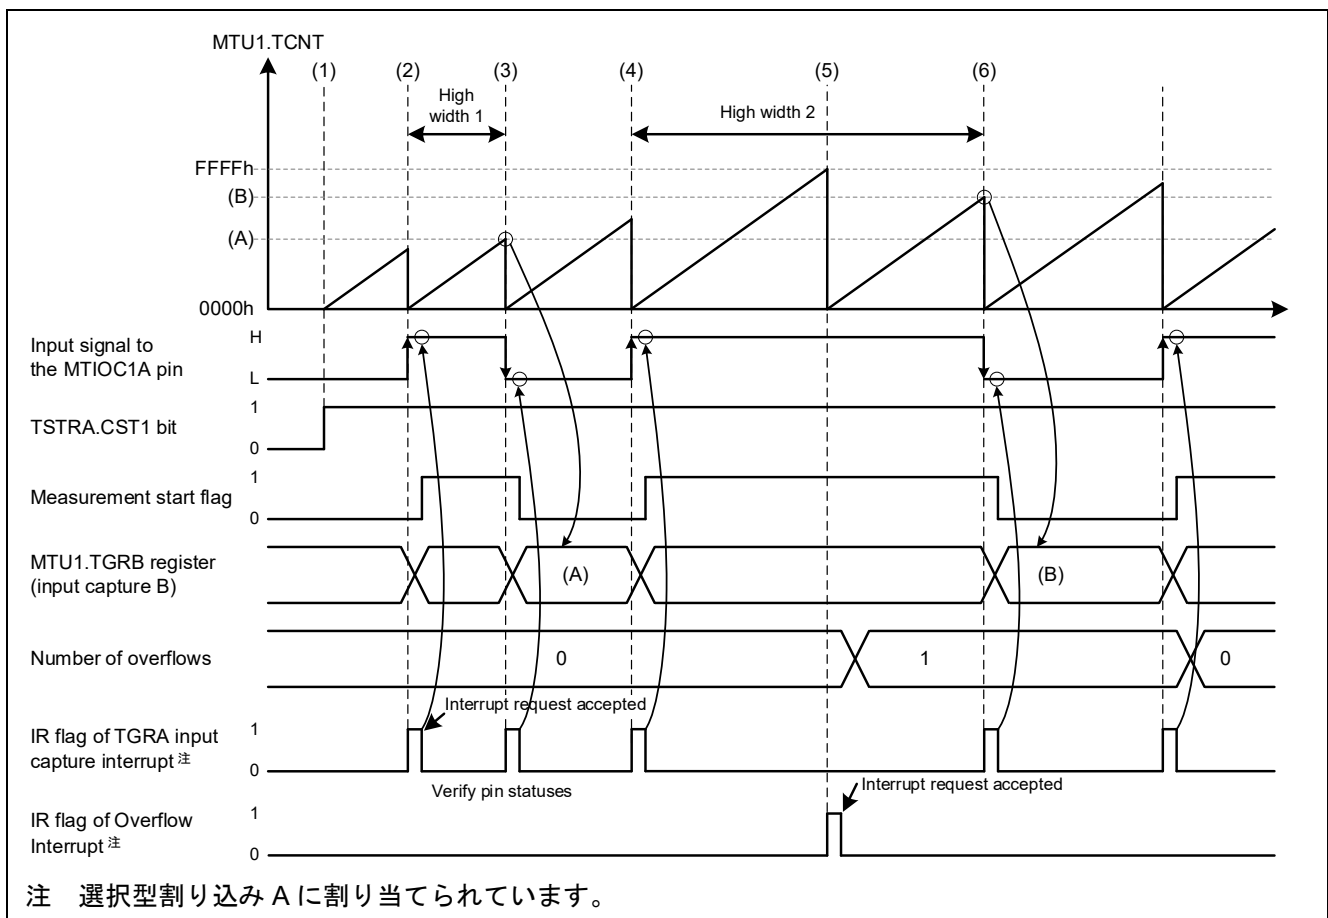

図 3-6 サンプルコードの動作
- (1) TSTRA.CST1 ビットに“1”（カウント開始）を設定すると、MTU1 がカウントを開始します。
- (2) MTIOC1A 端子にエッジが入力されると、MTU1.TCNT レジスタの値が MTU1.TGRA レジスタへ転送され、カウンタがクリアされます。同時に MTU1 のインプットキャプチャ A 割り込み要求が発生します。インプットキャプチャ A 割り込み処理で、MTIOC1A 端子の状態を確認します。High であれば High パルスの測定開始と判断して測定開始フラグを“1”（測定中）にし、オーバフロー回数をクリアします。
- (3) MTIOC1A 端子に再度エッジが入力されると、MTU1 のインプットキャプチャ A 割り込み要求が発生します。インプットキャプチャ A 割り込み処理で、MTIOC1A 端子の状態を確認します。Low であれば High パルスの測定完了と判断し、MTU1.TCNT レジスタのオーバフロー回数（図 3-6 の(3)では“0”）と MTU1.TGRA レジスタの値（図 3-6 の(A)）を元にパルス幅を算出します（図 3-6 の High 幅 1）。また、測定開始フラグをクリアします。
- (4) MTIOC1A 端子に再度、立ち上がりエッジが入力されると、(2)と同じ動作が行われます。
- (5) MTU1.TCNT レジスタがオーバフローすると、オーバフロー割り込み要求が発生します。オーバフロー割り込み処理で、オーバフロー回数をカウントします。
- (6) MTIOC1A 端子に再度、立ち下がりエッジが入力されると、(3)と同じ動作が行われ、MTU1.TCNT レジスタのオーバフロー回数（図 3-6 の(6)では“1”）と MTU1.TGRA レジスタの値（図 3-6 の(B)）を元にパルス幅を算出します（図 3-6 の High 幅 2）。また、測定開始フラグをクリアします。